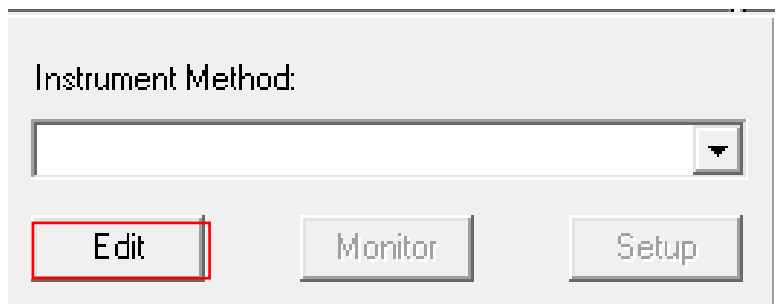

图6-19
6.5.6.1. 如图 6-19， 在 Run sample 界面， 找到 Instrument Method 小窗， 双击 Edit。